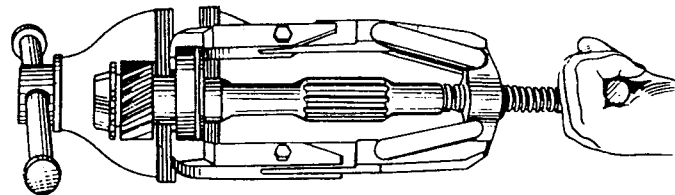

Bild 86. Abziehen des Lagers von der Kupplungswelle
10. Lager von der Kupplungswelle mit Abzieher abbauen (Bild 86). Druckring von der Welle abnehmen.